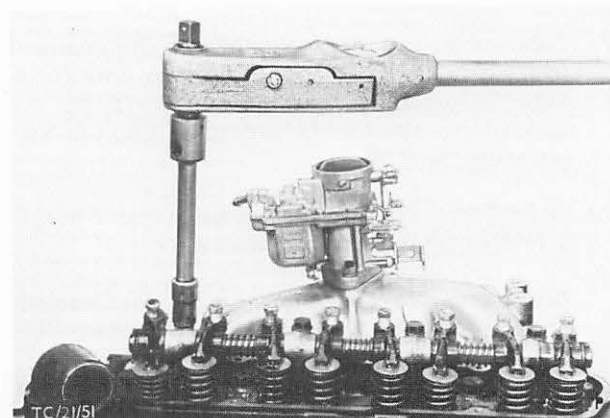

Abb. 72 Kipphebelachse anziehen
64. Stößelstangen an beiden Enden mit Motoröl benetzen und in die Ventilstößelpfannen stellen. Kipphebelachse aufsetzen, dabei Stellschrauben der Kipphebel in die Stößelstangenpfannen führen. Schrauben-Kipphebelachse beidrehen und mit vorgeschriebenem Drehmoment, Abb. 72, anziehen.